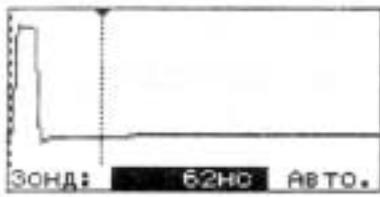

Рисунок 13
6.3.9 Изменение длительности зондирующего импульса (зонда) при изменении диапазона расстояний происходит автоматически пропорционально диапазону (рисунок 13). Процент временного соотношения длительности зонда и диапазона устанавливается в режиме настроек (п. 6.4.1.7).